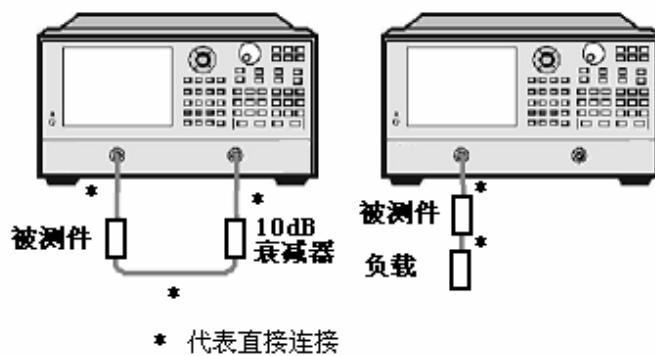

图 8.10 阻抗测量连接
- 3) 如上图8.10连接器件，进行 S11 或 S22 测量。